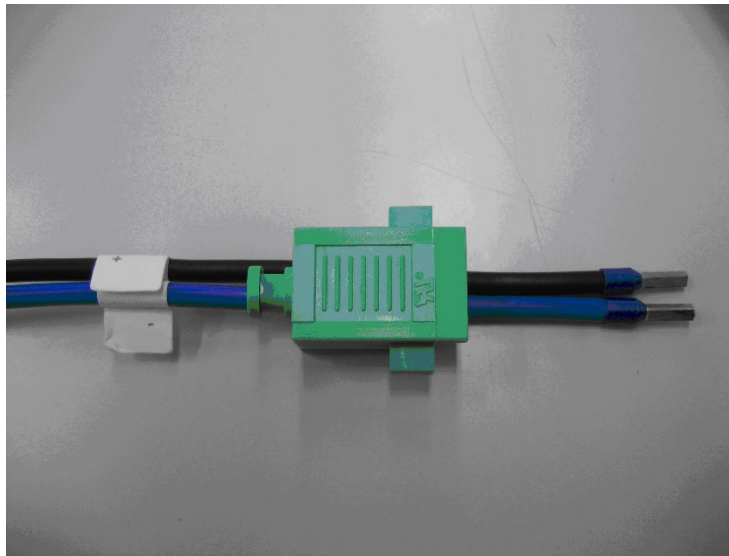

図 3-27 DC 電源ケーブルを通したパーツ A
- 1) 図 3-27 に示すように、別途用意した DC 電源ケーブルをパーツ Aに通してください。